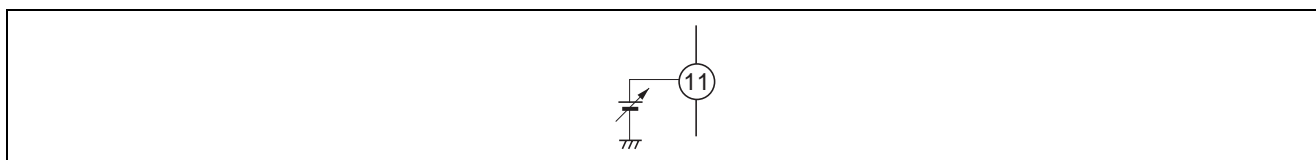

図 3
6. 図 3 のように 11 ピンへの電圧印加によって IC の消費電流を  $10 mA$  以下に抑える「パワーセーブモード」を備えています。